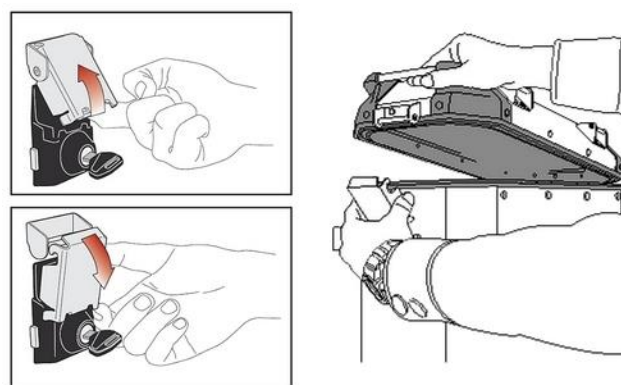

図 A2
2. キーシリンダー上部にあるフラップ（ロック金具）の左右のノブを指でつまみ、金具下側を手前に引き寄せながら全体を上押し上げ、金具のツメと蓋ロックバーとの勘合を外し、フラップ（ロック金具）を完全にフリーの状態にします。（図 A2 参照）
3. 蓋に設けられたグリップバー（キーシリンダー側）をしっかりと持ち、フラップ（ロック金具）の勘合部に引っ掛からないよう注意しながら蓋を開けます。（図 A2 参照）